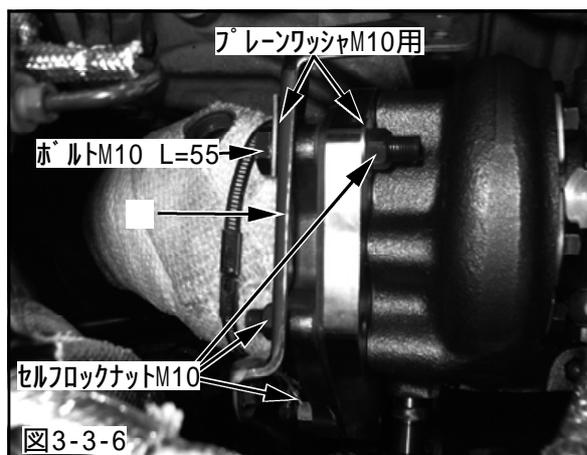

図3-3-4
- (5)六角穴付きボタンボルトM8 L=25, ガasketエクステンションを使用して、フロントパイプアダプタ 1をターボチャージャAssyに仮付けしてください。(P10×1, P21×5)(図3-3-4)